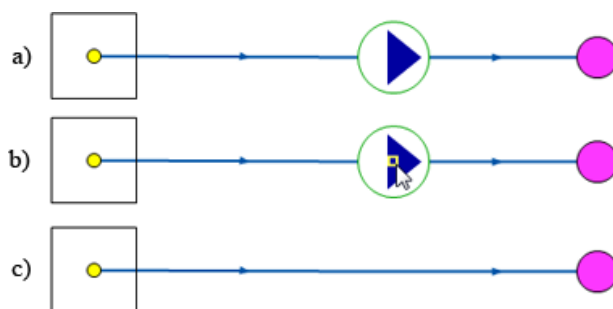

Рисунок 6.13. Удаление объекта с нанесенной сети
Если на сети установлен объект, который связан только с двумя участками (Рисунок 6.13, «Удаление объекта с нанесенной сети»), то его можно удалить, таким образом, что два связанных с ним участка объединятся в один, а на месте удаленного узла будет точка перелома объединенного участка.
2. Отметить удаляемый узел. Подвести курсор к узловому объекту и нажать левую клавишу мыши (смотрите Рисунок 6.13, «Удаление объекта с нанесенной сети» b).
3. Нажать кнопку  на панели инструментов либо щёлкнуть правой кнопкой мыши и выбрать Исключить символьный объект. (смотрите Рисунок 6.13, «Удаление объекта с нанесенной сети»с).